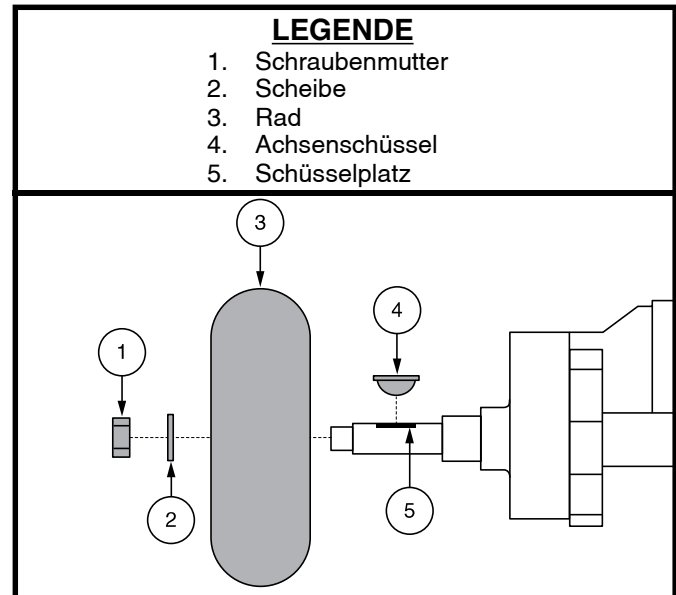

Abb. 35. Reifenradenthebung
3. Entfernen Sie die Schraubenmutter und Unterlegscheibe des Antriebsrades von der Radnabe. **Siehe Abb. 35.**